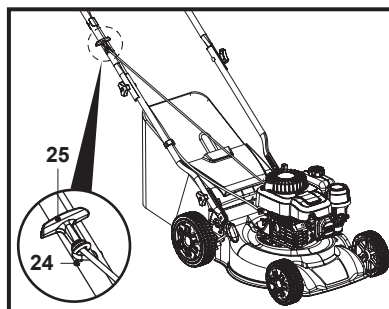

Fig. 12
3. Pune întotdeauna mânerul demarorului cu recul (25) pe cârligul (24) aflat în partea din dreapta a barei mânerului superior (3) (Fig. 12) când nu este utilizat demarorul cu recul.